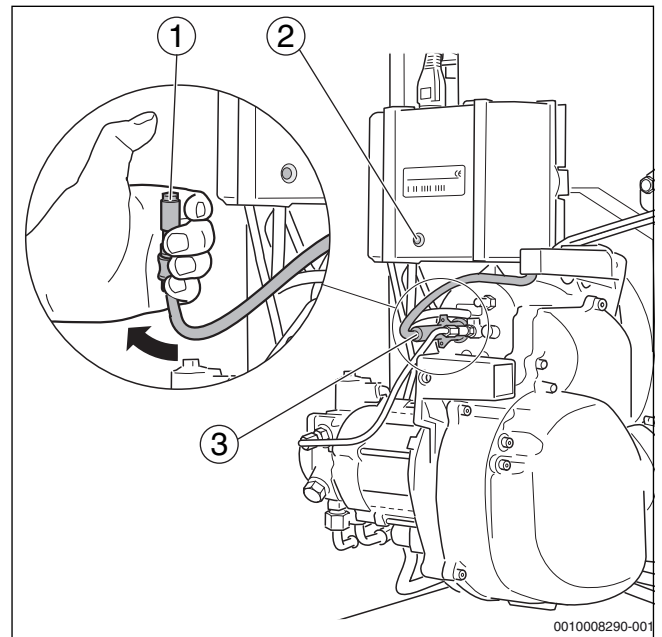

Fig. 43 Vérifier le fonctionnement du détecteur de flamme
- ▶ Retirer la sonde de détection de flamme de son support en la maintenant à la poignée prévue à cet effet, pendant le fonctionnement du brûleur (→ fig. 43, [3])
- ▶ Placer la sonde de détection de flamme face à la lumière (→ fig. 43, [1]). Après le redémarrage, il doit y avoir une mise en défaut.
- ▶ Après un délai d'attente d'env. 30 secondes, déverrouiller l'automate de combustion en appuyant sur la touche reset (→ fig. 43, [2]) ou la touche reset sur le régulateur.